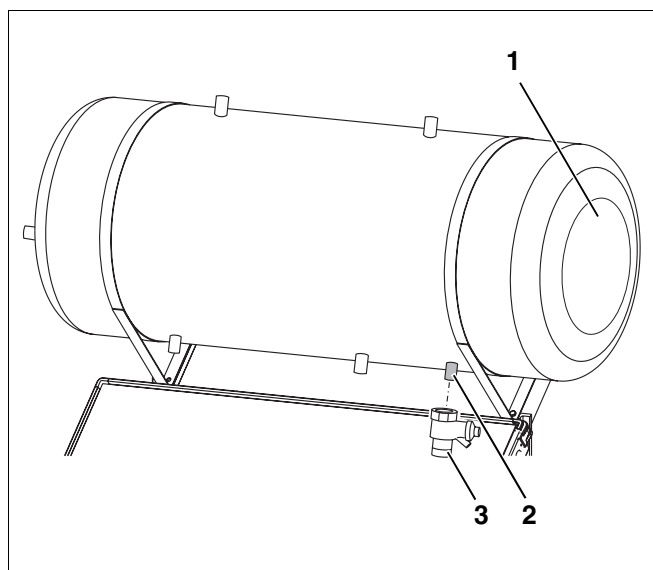

Fig. 22 Montagem de válvula de segurança
- B Soltar a tampa do orifício de inspeção (fig. 22, **item 1**) e retirar as válvulas de segurança.
- B Montar a válvula de segurança do lado da água potável (fig. 22, **item 3**, 10 bar) à direita, em baixo, no termoacumulador (fig. 22, **item 2**).
Devido às diferenças de temperatura e, assim, diferenças de pressão ao longo de um dia, poderá sair água da válvula de segurança (fig. 22, **item 3**).